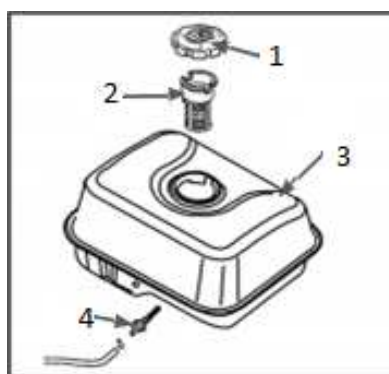
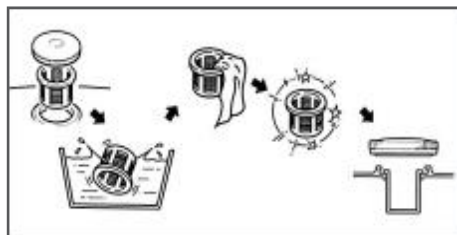

Рис. 22 Расположение топливных фильтров
Рис.23
В топливном баке установлены два сетчатых топливных фильтра. Один фильтр устанавливается в заливной горловине топливного бака. Второй фильтр конструктивно объединен со штуцером топливного бака и установлен внутри бака (Рис. 22).
Топливный фильтр 2 (Рис. 22), установленный в горловине бака, проверяйте при каждой заправке бака топливом.
При необходимости вынимайте сетчатый фильтр из бака и производите его очистку (Рис. 23).
Рис. 23 Обслуживание фильтра заливной горловины топливного бака. Через каждые 300 часов работы необходимо производить очистку топливного бака от грязи и конденсата. Одновременно с очисткой топливного бака необходимо проверять и очищать фильтр 4, установленный внутри бака (Рис. 22). Поврежденный или сильно загрязненный фильтр необходимо заменить.
3. Выкрутите из топливного бака выходной штуцер и произведите его очистку (Рис. 23). Внимательно осмотрите сетчатый фильтр. При обнаружении механических повреждений замените штуцер топливного бака.